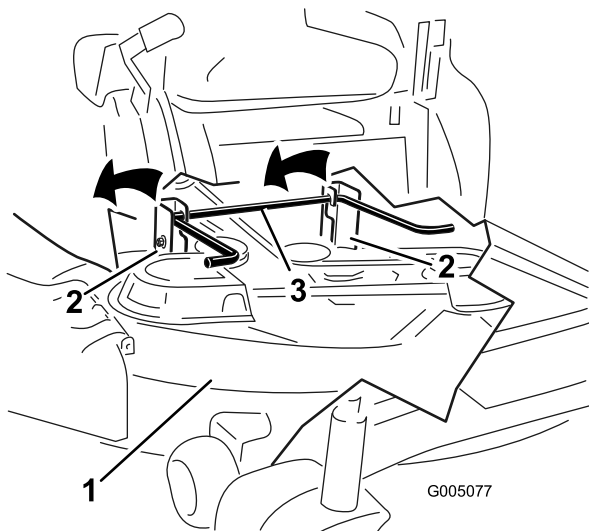

Bild 66
- 7. Heben Sie das Mähwerk und die Hängeprofile über die hintere Hubstange und senken Sie das Mähwerk vorsichtig auf den Boden ab (Bild 66).
- 5. Heben Sie das Heck des Mähwerks an und führen Sie die Hängeprofile über die hintere Hubstange (Bild 66).